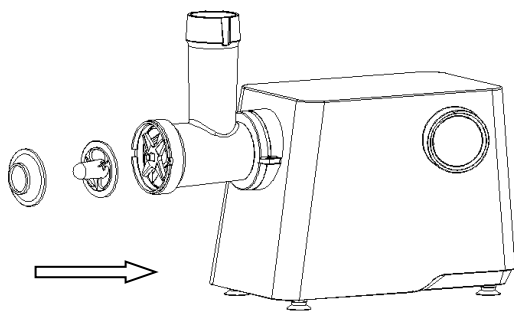

Abb. 8
- Die hervorstehenden Teile des Kebbe-Aufsatzes müssen in die Schlitze der Einfüllöffnung eingesetzt werden (Abb. 8).